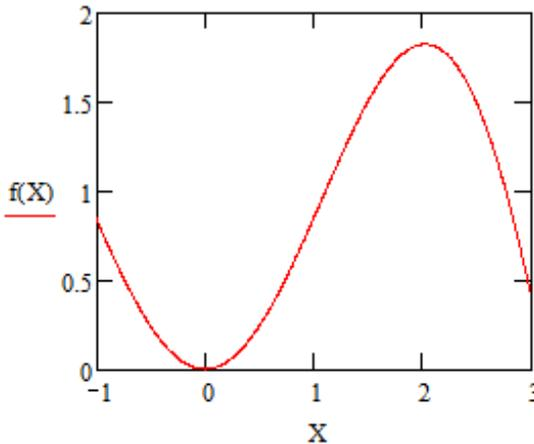

Рис. 10.1. Значения функции f на заданном интервале
9. Отформатировать диаграмму, изменив диапазон изменения оси абсцисс. Для этого установить курсор в нижний левый шаблон у оси абсцисс и ввести число -1 , в правый шаблон ввести 3 , вывести курсор за пределы блока. Задать количество линий в сетке по обеим осям по 4 , сами линии сеток не выводить. Рисунок должен принять вид согласно рис. 10.1.